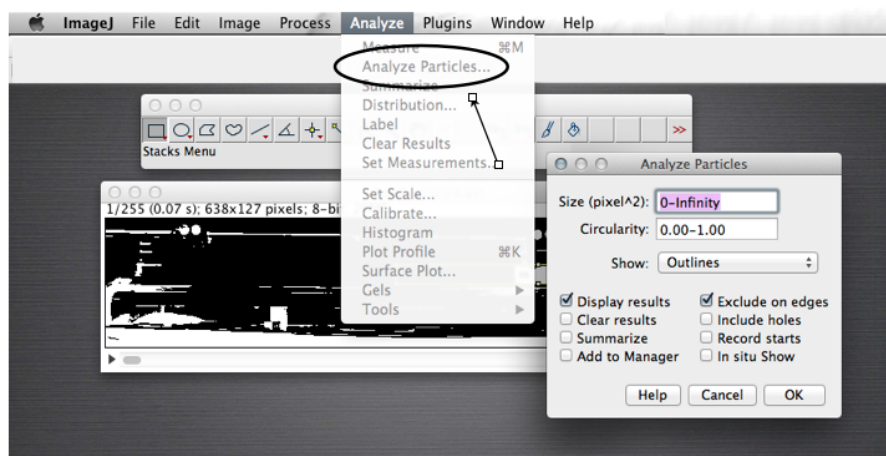

Figura E.13: ImageJ: configurações finais para a análise do movimento do carrinho.
10. Finalmente, devemos indicar ao programa que realize a análise da imagem. Para isto, escolha a opção “Analyze”no menu principal e logo “Analyze Particles”como mostrado na Figura E.13. Uma janela será aberta e nessa janela selecione as opções: “Show Outlines”, “Display results”e “Exclude on edges”. Escolha o tamanho “Size” começando por um valor perto de zero mas que não seja zero. Propomos: 10-infinity. Clique no OK e uma tabela com os resultados será mostrada com três colunas, o “frame”e as posições X e Y do carrinho.